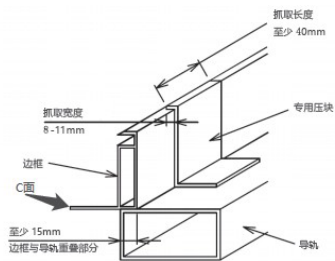

图 6 导轨重合长边框安装压块要求
- ⑧ 光伏组件需使用专业太阳能压块（如图 6 所示）来固定，光伏组件 C 面与导轨的重叠部分  $\geq 15 \text{ mm}$ 。如果使用不合适的夹具或不正确的安装方式，弘元绿能有限质保将会无效。
- ⑨ 对于长度超过 2.2m 或者宽度超过 1.3m 的组件，推荐使用具有特殊防滑设计的压块，如有贴合边框 A 面弧形压合面，或者带有卡块结构设计等，压块需满足长度  $a \geq 60 \text{ mm}$ ，壁厚  $\geq 5 \text{ mm}$ ，材质 6005-T6， $Rp0.2 > 225 \text{ MPa}$ ， $Rm265 \text{ MPa}$ 。压块的技术要求及详细资料可咨询弘元售后服务团队。